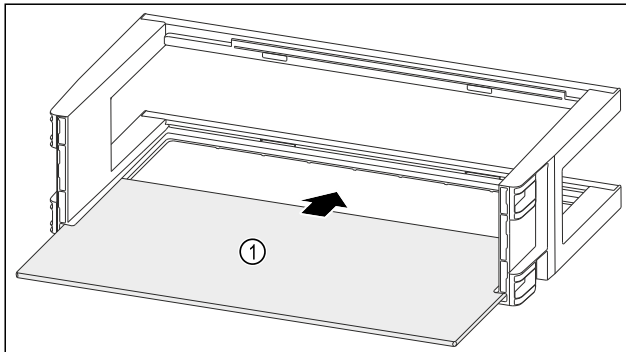

Fig. 124
- Raf alanını Fig. 124 (1) yandaki girintinin içine itin.